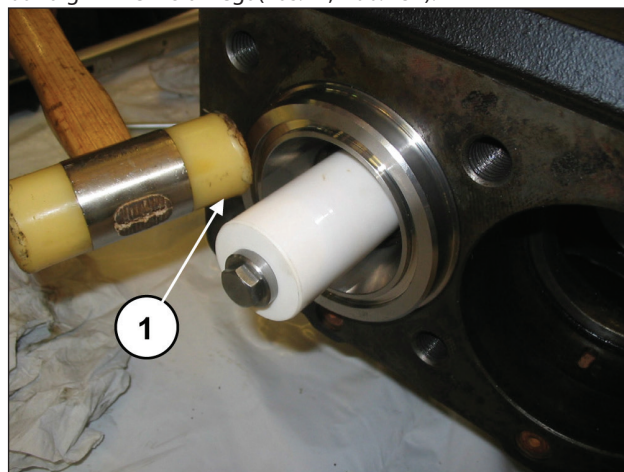

Abb. 151
Vergewissern Sie sich, dass die Gruppe Buchse-Dichtungshalter bündig in ihrem Sitz liegt (Pos. ①, Abb. 151).